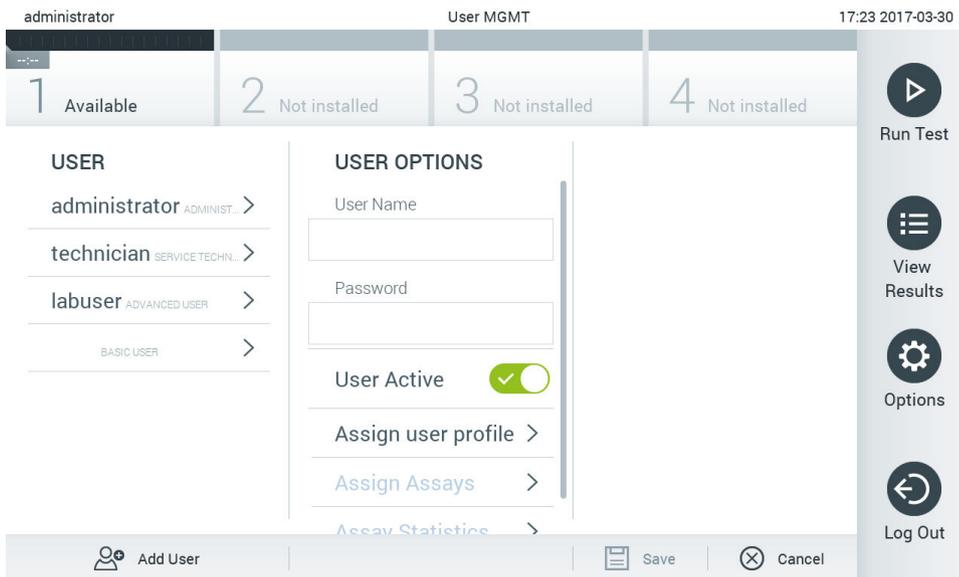

Figura 64. Adición de un usuario nuevo.
1. Pulse el botón Options (Opciones) y, a continuación, el botón User Management (Administración de usuarios) para configurar los usuarios. Aparecerá la pantalla User Management (Administración de usuarios) en la zona de contenido de la pantalla (figura 64).